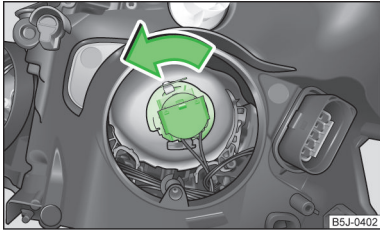

Abb. 159
- Den Stecker mit der Glühlampe bis zum Anschlag in Pfeilrichtung drehen » Abb. 159 und herausnehmen.